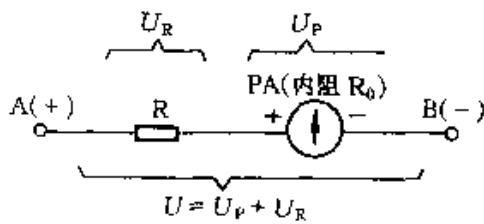
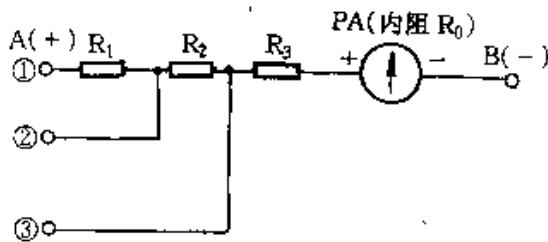

图 1-14
图 1-15
电压表,如图 1-14 所示。表头 PA 与分压器 R 串联,被测电压 U 加在 A、B 两端间, A 端为正, B 端为负。 U 等于分压器压降 U_R 与表头压降 U_P 之和,分配比例由表头内阻 R_0 与分压器 R 的阻值比决定。表头 PA 按比例指示电压的大小。在串联电路中,某部分电压降的大小与其阻值成正比。因此,改变 U_P 和 U_R 两部分的降压电阻阻值的大小,即可改变电压分配比例,实现量程的转换。如图 1-15 所示,当被测电压接于 A③ 端与 B 端之间时, $U_P = U_{R_0}$, $U_R = U_{R_3}$; 而当被测电压接于 A① 端与 B 端之间时, $U_P = U_{R_0}$, $U_R = U_{R_1} + U_{R_2} + U_{R_3}$ 。可见,当表头指示相同(U_P 相同)时, $U_1 > U_3$, 扩大了量程。